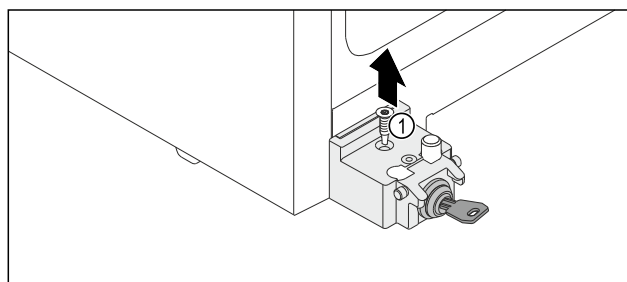

Fig. 10
- Svitare la vite Fig. 10 (1).